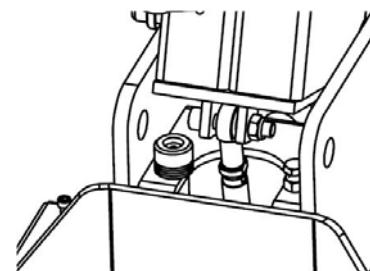

Рис. 8-6
5. На рис. 8-6 показано, что в результате должно получиться.